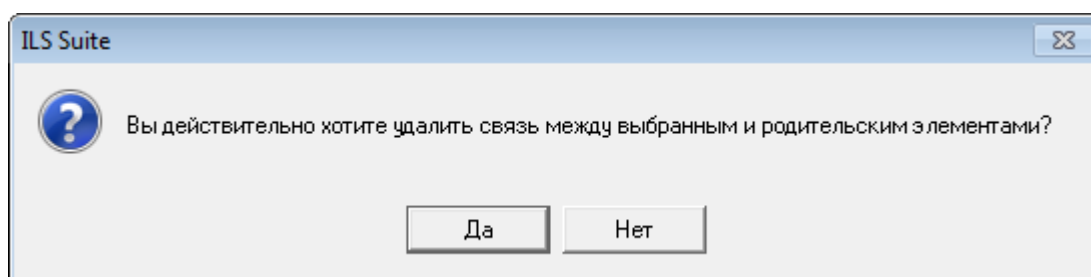

Рис. 9-23 – Диалоговое окно при удалении связи с родительским элементом
- 4) В открывшемся диалоговом окне нажать «Да» для подтверждения действия (рис. 9-23).